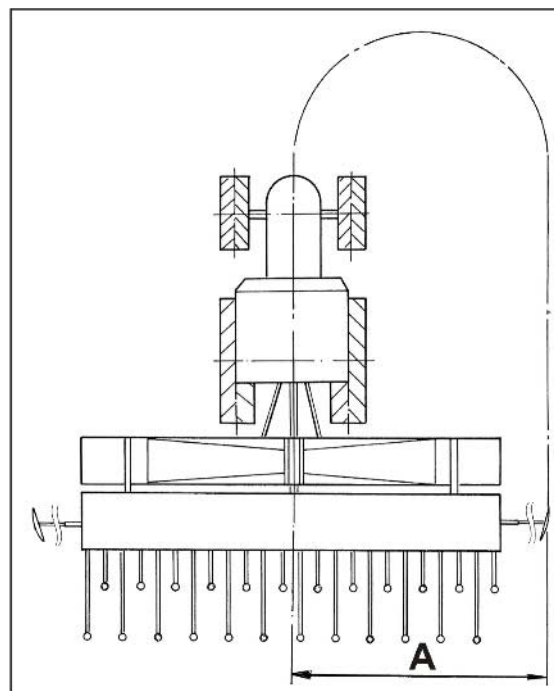

Рис. 98
2. Значение нормы высева – **125 кг/га** (Рис. 98/A) и положение редуктора – **50** (Рис. 98/B) устанавливаются на логарифмическом диске друг над другом.
3. Теперь с помощью логарифмического диска узнайте значение положения редуктора для нужной нормы высева **175 кг/га** (Рис. 98/C). На нашем примере положение редуктора равно **70** (Рис. 98/D).